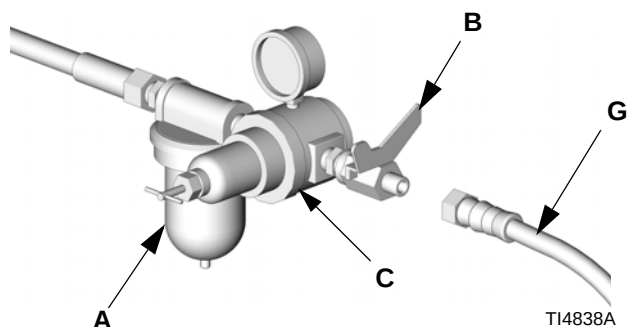

FIG. 3
6. Conecte el otro extremo de la manguera de aire (G) a la válvula de cierre de aire. Vea FIG. 3.